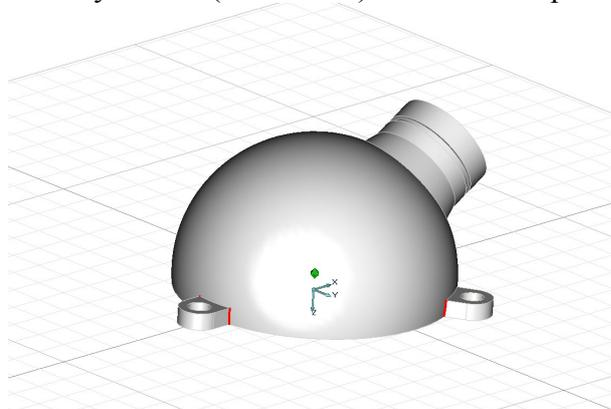

Рис. 2.25 Выбор необходимых для скругления ребер.
2. На запрос «Выберите ребра» укажите все 6 нужных элементов (рис. 2.25) и нажмите среднюю клавишу мыши (или «Esc»). Появится строка ввода значений.